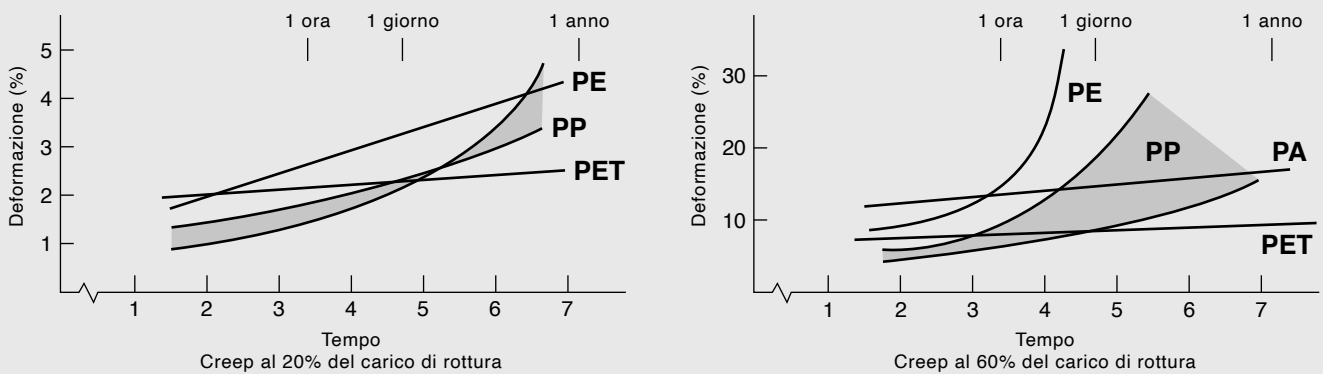

Fig. 6: deformazione a carico costante di alcuni polimeri (estratto da "Design with Geosynthetics" di Robert Koerner)
Nel mercato mondiale dei rinforzi sintetici vengono utilizzati diversi tipi di polimero fra i quali i più diffusi sono il polipropilene (PP), il polietilene ad alta densità (HDPE) e il poliestere (PET). Tra i tre polimeri, quello che offre le migliori caratteristiche di resistenza meccanica è indubbiamente il poliestere, seguito dal polipropilene e per ultimo dal polietilene. Tale aspetto, riconosciuto dalla Comunità Scientifica mondiale, può essere esemplificato nei due grafici di fig. 6, in cui si evidenzia il comportamento deformativo dei diversi materiali sottoposti a carico costante (creep) rispettivamente al 20% (a) ed al 60% (b) del carico di rottura. Dai grafici si può osservare ad esempio come il poliestere mantenga un comportamento lineare anche per percentuali di carico ben superiori al polietilene, mentre quest'ultimo per carichi del 60% subisce delle deformazioni molto marcate.